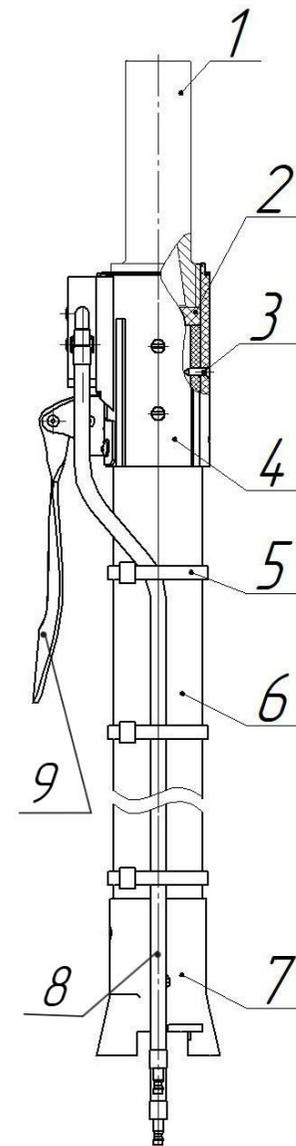
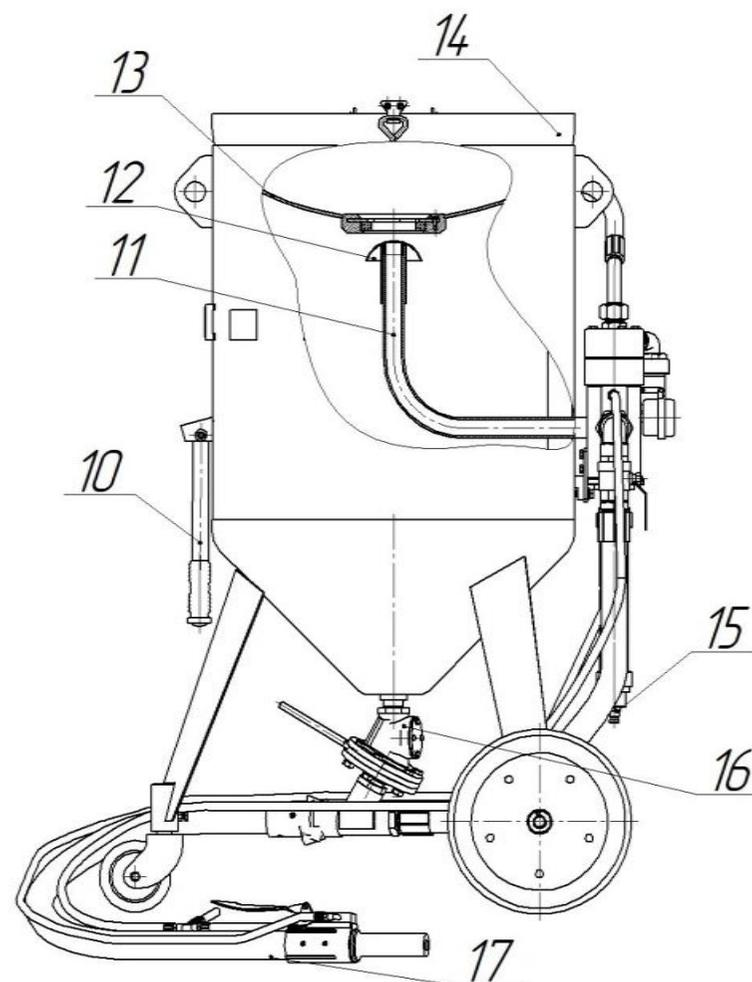
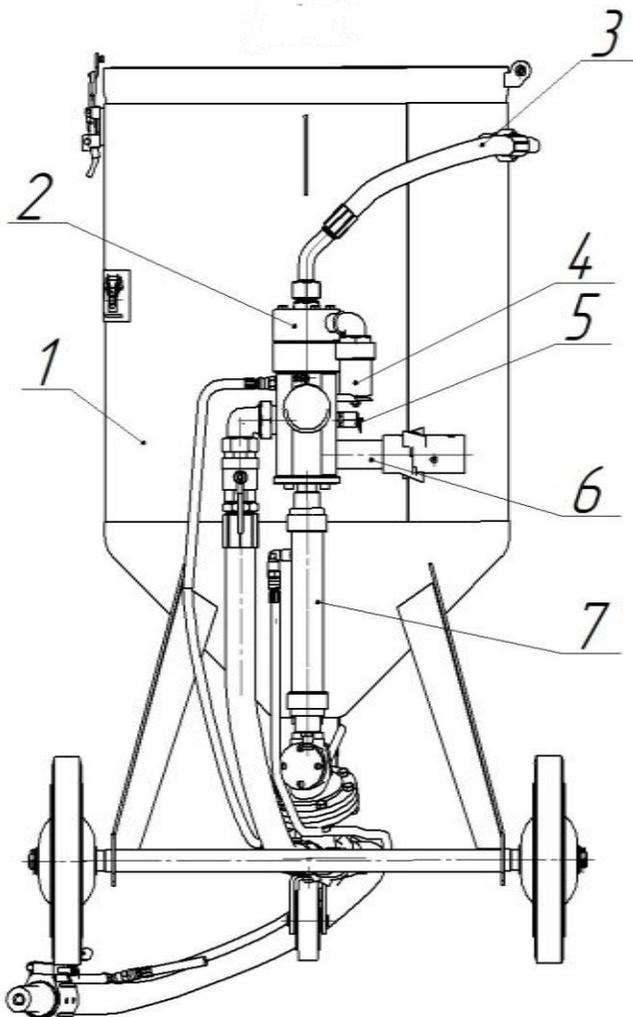

Рисунок 4. Напорный рукав Dy25 \ Dy32.
Рисунок 2. Аппарат струйной очистки АСО-200М.
Рисунок 1. Аппарат струйной очистки АСО-200М.
3.1 Аппарат, (рис.1, 2) состоит из следующих основных узлов: ресивер 1, загрузочный бункер 13, блок управления 2, дозатор 16, рукав напорный 17,.
4.1 Аппарат, (рис.1, 2) представляет собой устройство, состоящее из ресивера 1, образующего рабочую камеру аппарата, загрузочного бункера 13 с сеткой 14, дозатора абразива 16, напорного рукава 17 и блока управления 2, обеспечивающего функциональное назначение аппарата.
**ВНИМАНИЕ:** Ежедневно, по окончании работы, необходимо слить воду из фильтра очистки воздуха 7 (рис. 1,2) через пробку сливную 15, находящийся на днище фильтра.
- 6.10 При незагруженном ресивере подать сжатый воздух в аппарат через патрубок 6 (рис.1), нажимая на ручку 9 (рис.4) пневмораспределителя 10. Убедиться в надежном срабатывании поршней блока управления, клапана загрузки, герметичности соединений рукавов и трубопроводов.
- 6.11 Отпустить ручку 9 (рис.4) и убедиться, что сжатый воздух из ресивера стравился в атмосферу через глушитель 4 (рис.1) и загрузочный клапан 12 (рис.2) опустился вниз, освободив загрузочное отверстие.
7.2 Рычагом дозатора 16 (рис.2) отрегулировать количество подаваемого абразива. Перемещение рычага «влево» - увеличивает подачу абразива, «вправо» - уменьшает подачу.